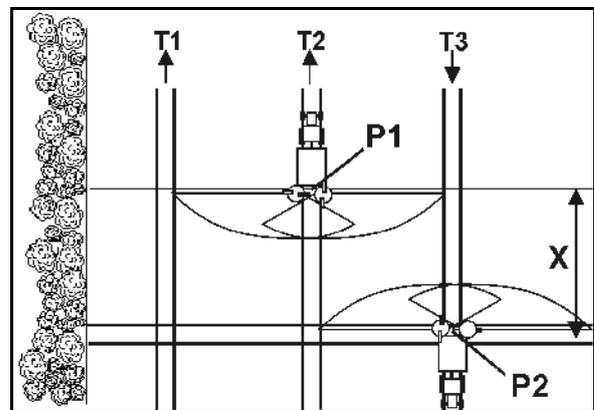

Fig. 69
- ouverture des clapets de fermeture après l'engagement dans la voie jalonnée au point **P1** (Fig. 69), lorsque les disques d'épandage du parcours X sont éloignés de la voie jalonnée de la tournière.
- fermeture de la trappe avant la sortie de la voie jalonnée au point **P2** (Fig. 69), lorsque les disques d'épandage se trouvent à hauteur de la première voie jalonnée de la tournière.